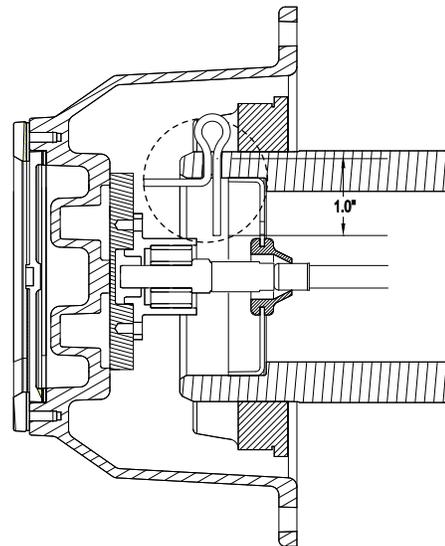

Figura 19: Interferencia potencial chaveta/TIREMAAX
**IMPORTANTE:** Sí la terminal de rueda incluye **TIREMAAX®**, será necesario recortar la chaveta (Figura 19) tpara evitar interferencias. Consulte T57001 TIREMAAX CP y PRO Consideraciones de Terminal de Rueda para más detalles. Para más información sobre TIREMAAX, consulte [www.Hendrickson-intl.com/TIREMAAX](http://www.Hendrickson-intl.com/TIREMAAX).
**NOTA:** La chaveta debe de extenderse hacia el centro de la espiga (Figura 19). Sí un agujero en la espiga no se alinea con la tuerca castillo, afloje la tuerca hasta que el agujero más cercano de la espiga se alinee con una ranura de la tuerca castillo.